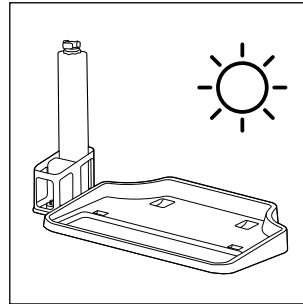

Abb. 38
- ◆ Sie können die Bürstenrolle **6** zum Trocknen auch aufrecht in den Bürstenhalter **5** an der Park- und Reinigungsstation stellen (siehe Abb. 38).